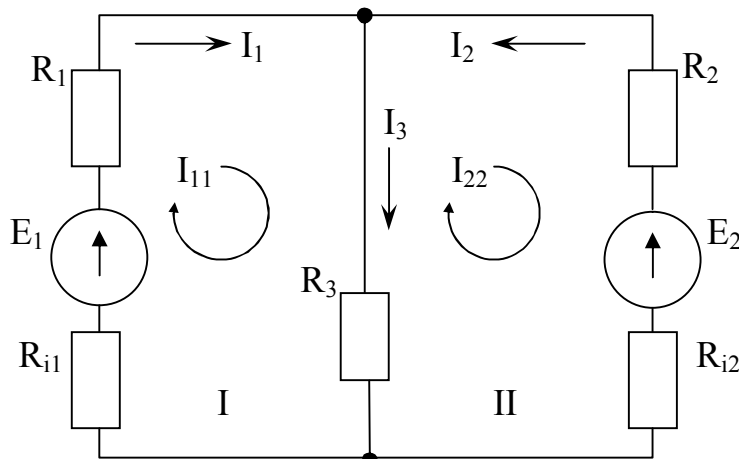

Рисунок 4.10 – Схема электрической цепи
**Пример.** Определить токи в ветвях электрической цепи (рис. 4.10), используя метод контурных токов. Известны величины сопротивлений и ЭДС, а также внутренние сопротивления источников ЭДС.
Произвольно выберем направление тока в каждой ветви цепи (рис. 4.10).
Для схемы на рис. 4.10 имеем